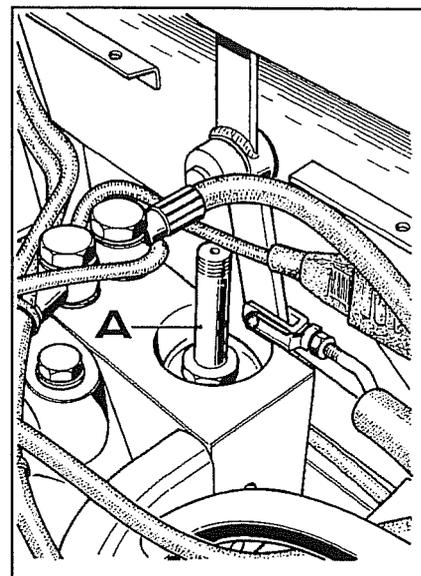

Fig. 13
- 2 Desenroscar y quitar el solenoide **A** (fig.13) del cuerpo electroválvula.